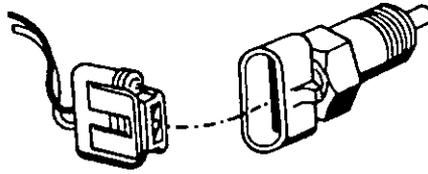

FIG. 5.4 SENSOR DE TEMPERATURA DEL MOTOR.
**Sensor de temperatura del motor (Fig. 5.4).**- Este sensor permite al ECU mantener más tiempo abiertos los inyectores hasta que el motor se calienta. Existen dos métodos para reportar la temperatura del motor: un modo es revisar la temperatura del anticongelante (o agua del radiador) con un bulbo. El otro modo, más preciso y usado en automóviles más nuevos y equipados con turbocargador, es insertar el sensor en la cabeza de los cilindros.